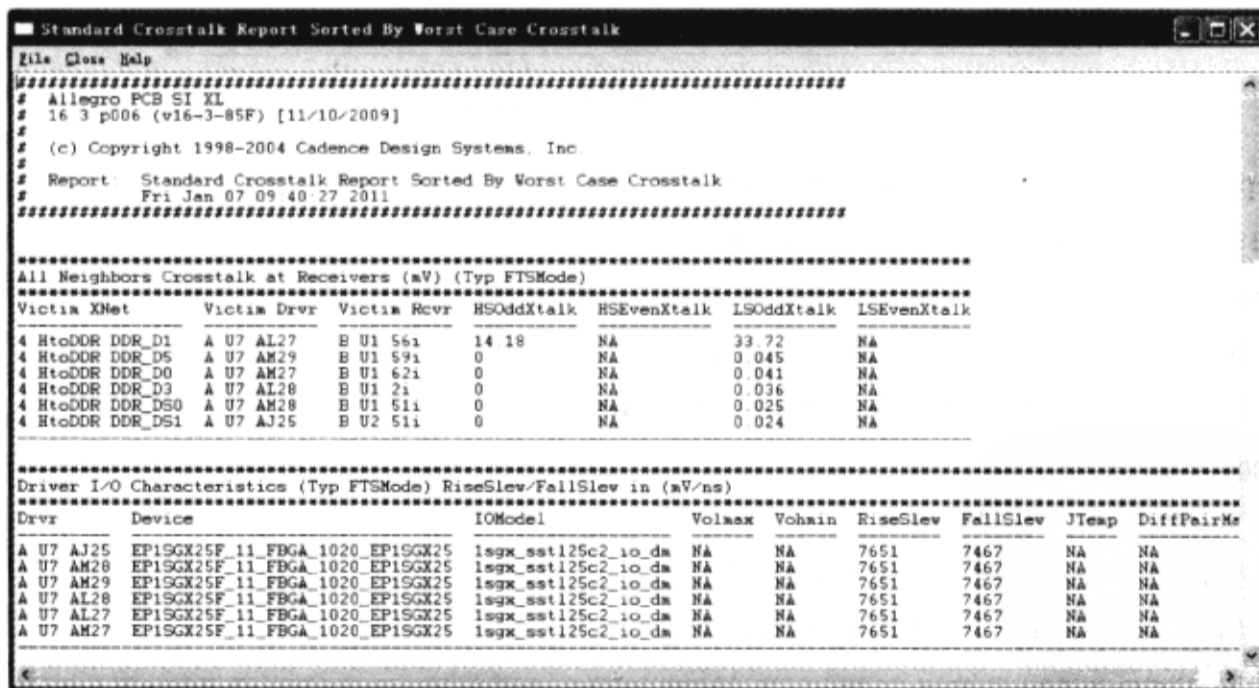

图 5-3-36 窜扰报告的内容
(2) 在“Analysis Report Generator (case2)”对话框中单击“Create Report”按钮，执行仿真→当仿真完成时，弹出“Standard Crosstalk Report Sorted By Worst Case Crosstalk”窗口，如图 5-3-36 所示。